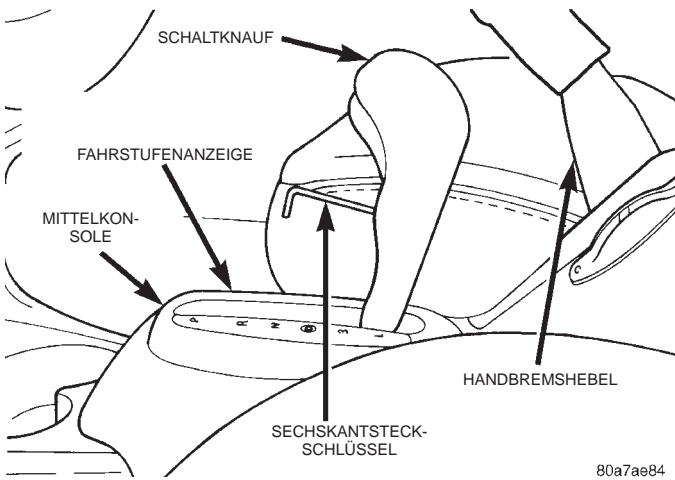

Abb. 120 Fixierschraube/Schaltknopf
(1) Den Schaltknopf vom Schalthebel abbauen. **Der Schaltknopf ist mit einer Fixierschraube am Schalthebel befestigt (Abb. 120). Die Fixierschraube ist von der Vorderseite des Schaltknopfs aus zugänglich und kann mit einem 2-mm-Sechskantsteckschlüssel gelöst werden.**